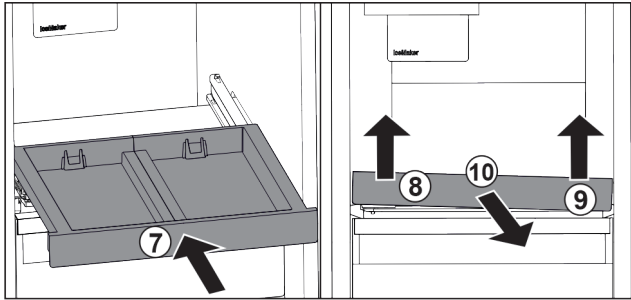

Fig. 20
- ▶ Auszugsbord einschieben. Fig. 20 (7)
- ▶ Auszugsbord vorne links anheben. Fig. 20 (8)
- ▶ Auszugsbord vorne rechts anheben. Fig. 20 (9)
- ▶ Auszugsbord nach vorne entnehmen. Fig. 20 (10)